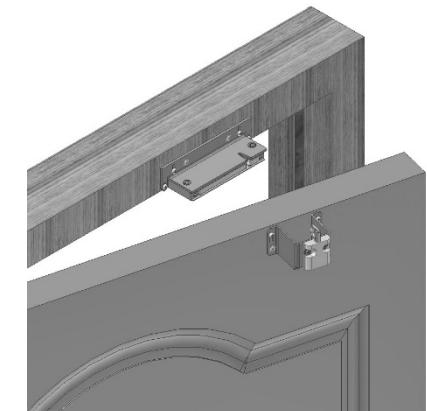

Рисунок 4- Установка замка на
- **L-уголок AL-250UZ** монтажный уголок для дверей, открывающихся наружу (рисунок 4)